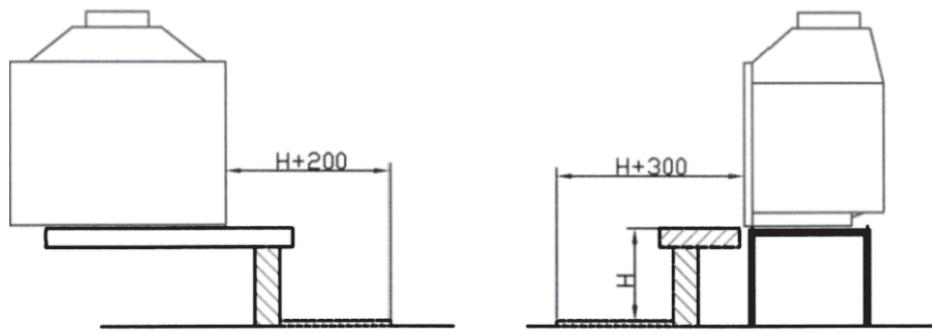

Рис. 10
- по сторонам Н+200 mm (минимум 300 mm), рис.10.